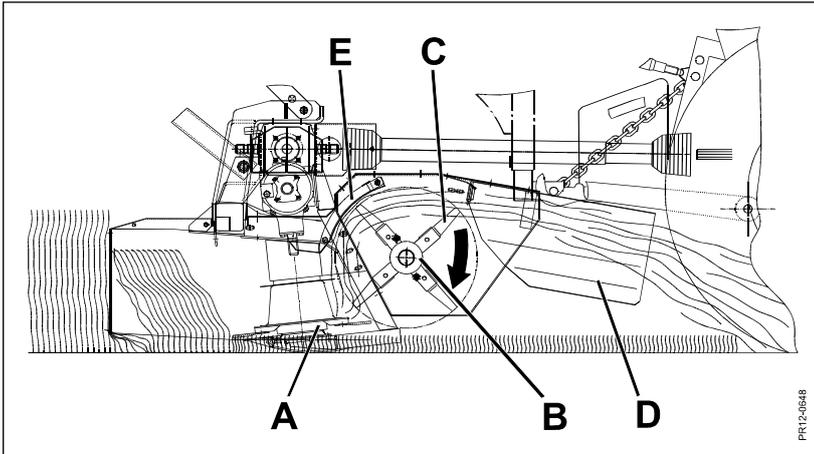

Fig. 3-1.1
**Fig. 3-1.1 GD 2800 FM:** Der Mähbalken **A** schneidet das Mähgut ab und wirft es nach hinten zu dem Aufbereiterrotor **B**. Die PE-Finger **C** auf dem Rotor fängt das Mähgut, hebt es und wirft es nach hinten zu den Schwadblechen **D**. Die Schwadbleche sammeln schließlich das Mähgut zu einem Schwad von normalerweise 1,2 - 1,4 Metern zwischen den Schlepperrädern.